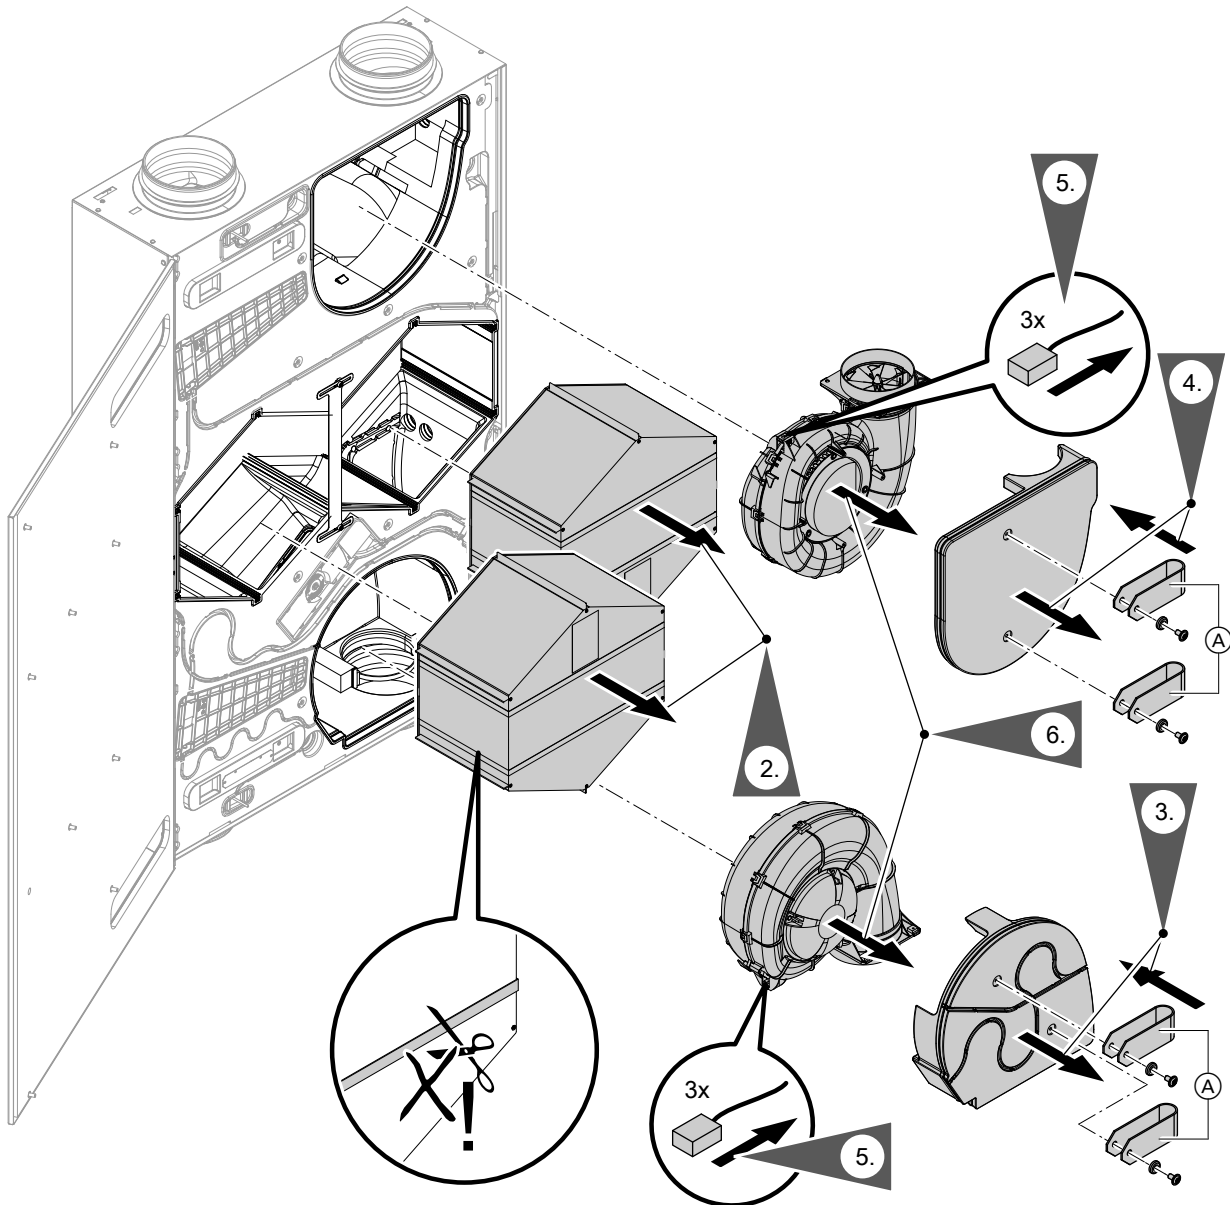

Abb. 24
1. Ventilatoren ausbauen: Siehe Abb. 24, Arbeitsschritte 3. bis 6.
3. Zusammenbauen: Arbeitsschritte 1. bis 6. in Abb. 24 in umgekehrter Reihenfolge.